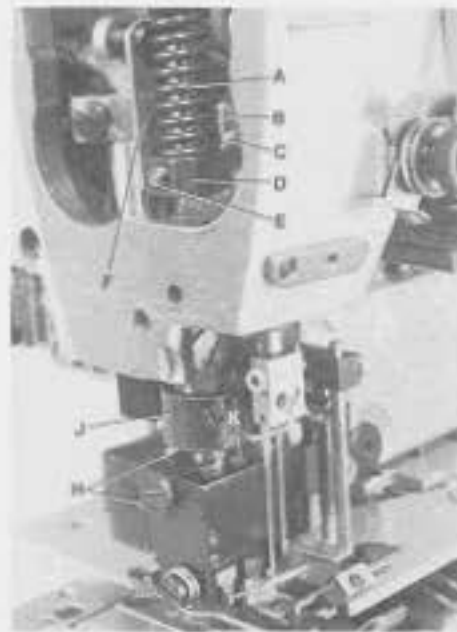

Fig. 46
For easy adjustment remove presser spring regulator on top of machine arm and presser spring (A, Fig. 46).
Adjust long stop screw (B) in presser bar guide (D) against bed casting to ensure a clearance of 0.5 mm (.020 in.) (see Fig. 46 A) between slot end of link (F, Figs. 46 and 46 A) in presser bar guide (D, Figs. 46 and 46 A). Tighten lock nut (C, Fig. 46) on stop screw.
Mount the presser foot, align it with the needles and tighten screws (H, Figs. 46 and 46 B). Rotate pulley until the feed dogs are in down position below the throat plate. Loosen screw (E, Fig. 46) in presser bar guide (D) and press the presser foot down against throat plate until the presser foot bottoms and the yielding section are pressed up by 0.8 to 1 mm (.032 to .040 in.) (see Fig. 46 B). Retighten screw (E) being sure stop screw (B) in presser bar guide rests on the bed casting. Remount presser spring (A) and presser spring regulator.
Set the collar (J, Fig. 46) respectively the lamp bracket on Styles 34800 TDA, for the presser foot height as required, the presser foot bottom should not contact the spreader when the presser foot is lifted.
The pressure exerted by the presser spring (A, Fig. 46) on the presser bar guide (D) should be higher than the pressure exerted by the three springs for presser foot bottoms and the yielding section. The presser bar should not move vertically when sewing. Screw-in presser spring regulator on top of machine arm as required.
The spring pressure exerted on the presser foot bottom and the left and right yielding section can be adjusted individually by turning screws (K, Figs. 46 and 47). Turning clockwise reduces the pressure, turning counterclockwise increases the pressure.
Entfernen Sie zur besseren Einstellung die Drückerfuß-Stellschraube oben am Maschinenarm und die Drückerfeder (A, Fig. 46).
Stellen Sie die lange Anschlagschraube (B) in der Drückerfußstangenführung (D) so gegen den Gehäusefuß, daß zwischen dem Schlitzende des Gelenks (F, Fig. 46 und 46 A) und der Zapfenschraube (G, Fig. 46 A) in der Drückerfußstangenführung (D, Fig. 46 und 46 A) ein Abstand von 0,5 mm ist (siehe Fig. 46 A). Ziehen Sie die Feststimmutter (C, Fig. 46) auf der Anschlagschraube an.
Setzen Sie den Drückerfuß ein, richten Sie ihn zu den Nadeln aus und ziehen Sie die Schrauben (H, Fig. 46 und 46 B) an. Drehen Sie am Handrad bis die Transporteure unter der Stichplatte stehen. Lösen Sie die Schraube (E, Fig. 46) in der Drückerfußstangenführung (D) und drücken Sie den Drückerfuß nach unten gegen die Stichplatte, so daß die Drückerfußsohlen und das Seitenteil 0,8 bis 1 mm nach oben gedrückt werden (siehe Fig. 46 B). Ziehen Sie die Schraube (E) wieder an, beachten Sie dabei, daß die Anschlagschraube (B) in der Drückerfußstangenführung am Gehäusefuß anliegt. Montieren Sie Drückerfeder (A) und Drückerfuß-Regulierschraube wieder.
Stellen Sie den Stellring (J, Fig. 46) bzw. den Lampenhalter bei den Maschinen 34800 TDA, für die Drückerfußhöhe so, daß die Drückerfußsohle den Leger nicht berührt, wenn der Drückerfuß angehoben wird.
Der Druck der von der Drückerfeder (A, Fig. 46) auf die Drückerfußstangenführung (D) ausgeübt wird, muß stärker sein als der Druck der drei Federn der Drückerfußsohlen und des Seitenteils, so daß beim Nähen die Drückerfußstange sich vertikal nicht bewegt. Drehen Sie die Drückerfuß-Regulierschraube oben am Gehäusearm entsprechend weit ein.
Der Federdruck auf die Drückerfußsohlen und das Drückerfuß-Seitenteil kann durch Drehen der Schrauben (K, Fig. 46 und 47) individuell eingestellt werden. Drehen im Uhrzeigersinn vermindert den Druck, drehen im Gegenuhrzeigersinn verstärkt den Druck.